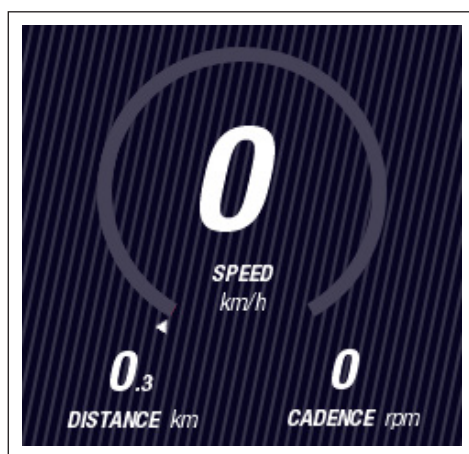

Fig. 31: Vue écran avec hachures
- L'affichage écran actuel est hachuré lorsque l'enregistrement de tour est en pause (voir Fig. 31).